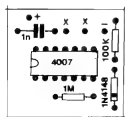

FIG. 4
- FIG. 4 - "CHAPEADO" DA MONTAGEM - Agora vemos a plaquinha pelo outro lado, aquele *sem cobre*, onde